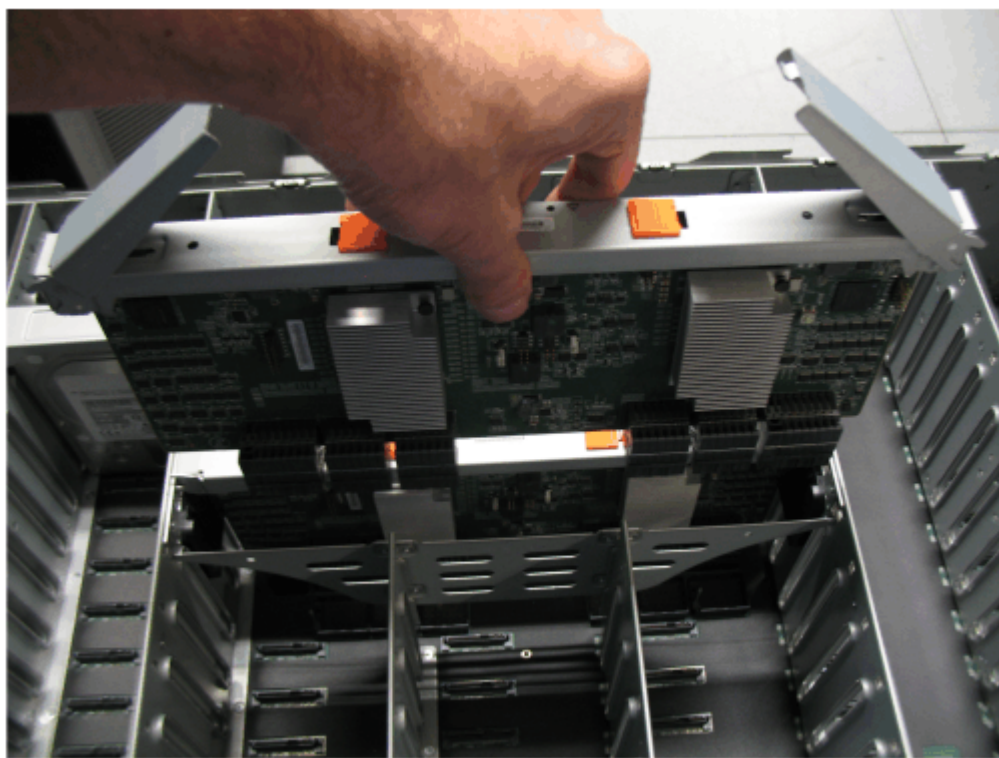

Рисунок 115. Удалите вспомогательный модуль расширения.
4. Осторожно поднимите вспомогательный модуль расширения из корпуса (см. Рисунок 115 на стр. 103).